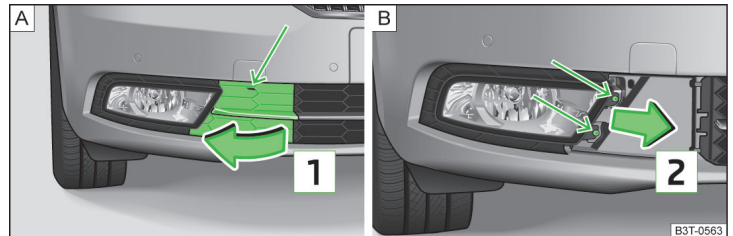

Abb. 203 Vorderer Stoßfänger: Schutzgitter / Nebelscheinwerfer ausbauen
- Das Schutzgitter im Pfeilbereich » Abb. 203 - A mithilfe des Bügels zum Abziehen der Radvollblenden » Seite 210, Bordwerkzeug lösen.
- Den Nebelscheinwerfer » Abb. 203 - B mit dem Schraubendreher aus dem Bordwerkzeug abschrauben.
- Zum erneuten Einbau den Nebelscheinwerfer entgegen der Pfeilrichtung 2 » Abb. 203 - B einsetzen und festschrauben.